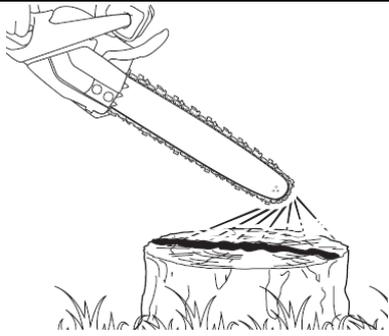

Fig.29
- 1) Démarrez le moteur, activez la gâchette d'accélérateur pour vérifier si l'huile pour la lubrification de la chaîne est distribuée comme présenté en Fig. 29.